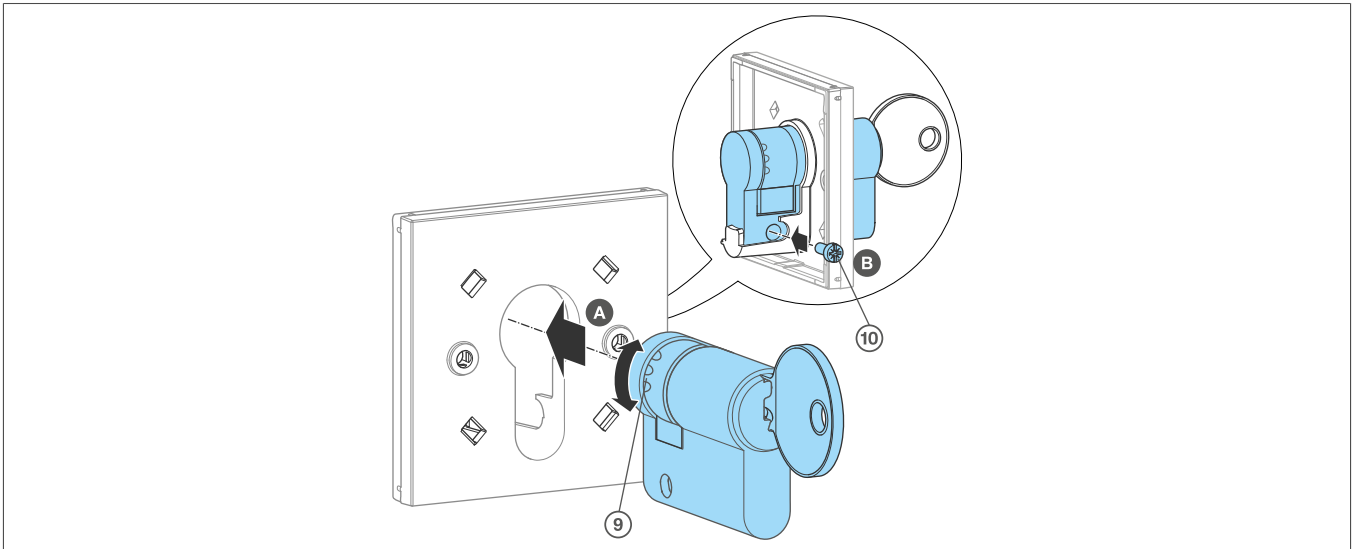

Bild 6: Montage des Profil-Halbzylinders im Zentralstück
- Verriegelungsstift (9) seitlich am Schließbart hinein drücken und Schließbart in die gewünschte Position drehen (Bild 6).
- 1 Schließbart mit Schlüssel in Stellung 180° drehen und von vorne durch das Zentralstück (3) führen (Bild 6 A).
- 2 Schließzylinder und Zentralstück mit Schraube (10) verbinden (Bild 6 B).